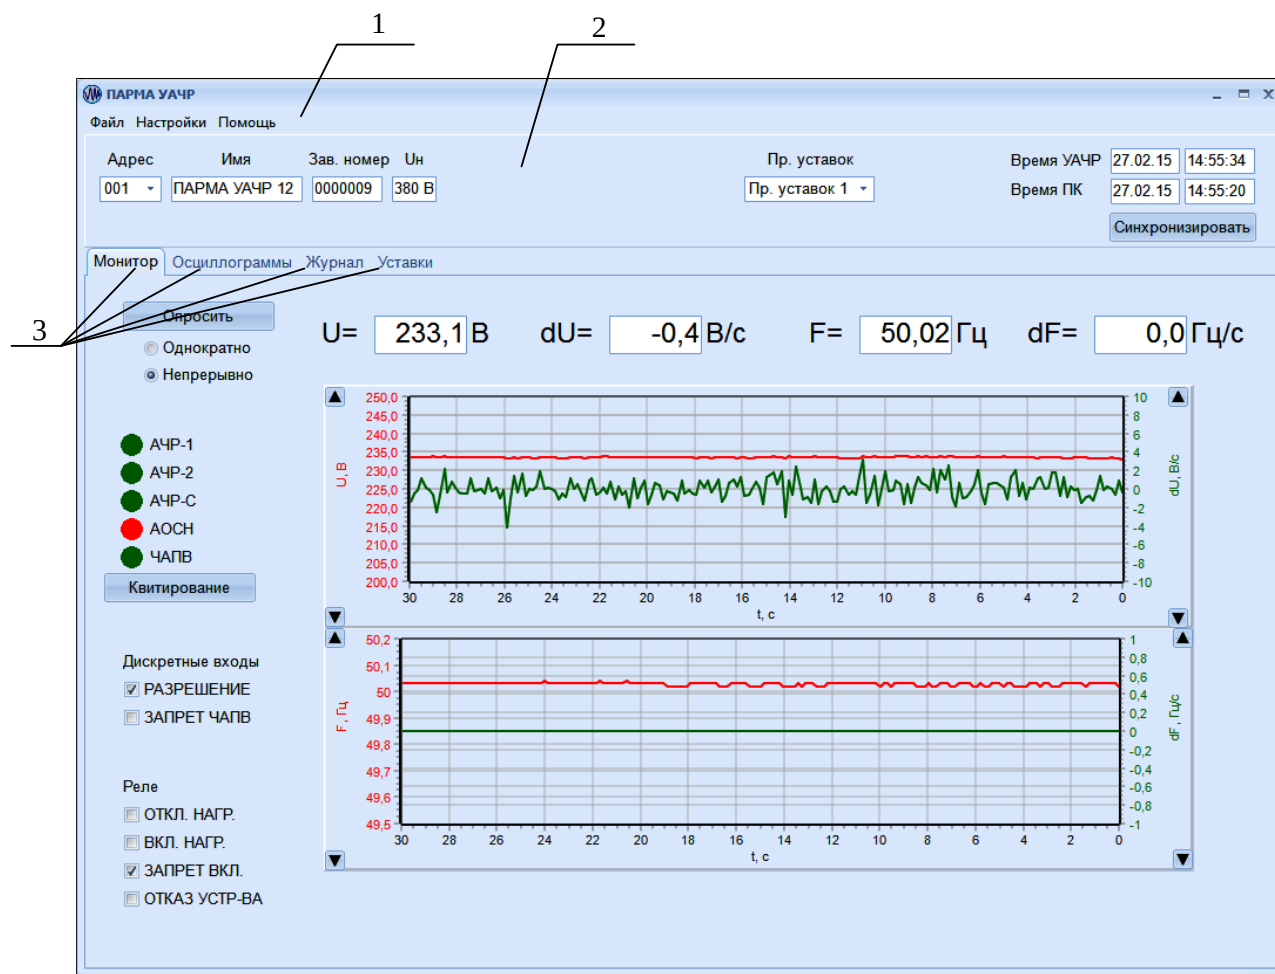

Рисунок 5 – Окно программы "ПАРМА УАЧР"
5.3.1 После запуска ПО на экране появится окно программы (рисунок 5).